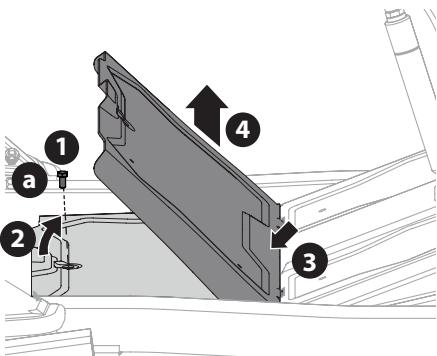

Figura 28
- Con una herramienta para usos múltiples o una llave de cubo de 1/2 pulgada, extraiga el tornillo de cabeza hexagonal (a) que sujetó el panel de piso en su lugar (Figura 28).
- Levante con cuidado la parte trasera del panel de piso (Figura 28).
- Para liberar el frente del panel de piso, deslícelo hacia atrás (Figura 28).
- Levántelo para separarlo del tractor (Figura 28).